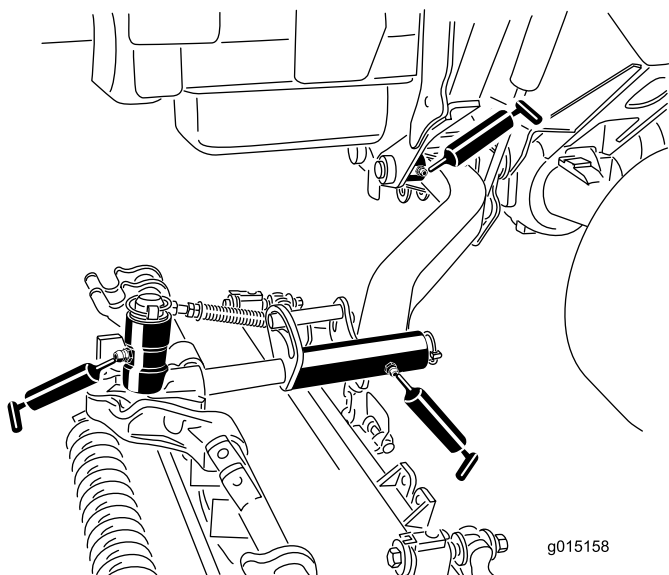

Рисунок 116
- Втулки осей поворота подъемных рычагов (по 1 шт. на режущий блок), см. Рисунок 116
- Несущая рама режущего блока (по 2 шт. на режущий блок), см. Рисунок 116
- Ось поворота подъемного рычага режущего блока (по 1 шт. на режущий блок), см. Рисунок 116